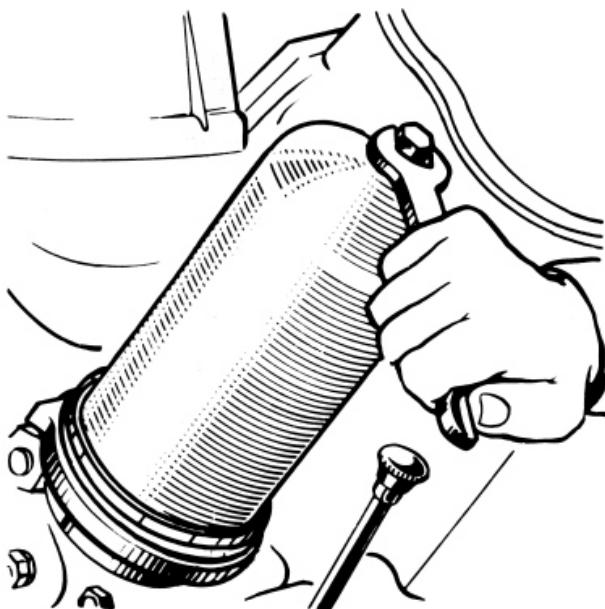

Рис. 12 Отвертывание колпака фильтра
1. Отвернуть на 3 – 4 оборота колпак фильтра и слить масло через канал корпуса в подставленную тару. Для отвертывания колпака можно пользоваться ключом, как показано на рис. 12.
Привод водяного насоса осуществляется клиновым ремнем, а генератора поликлиновым ремнем, от надежной работы которых зависит нормальная работа этих агрегатов. Поэтому при повседневном уходе за двигателями необходимо предохранять ремни от попадания масла и охлаждающей жидкости, контролировать их натяжение и регулировать его. Особенно тщательно проверять натяжение ремней в течение первых 50 часов работы двигателя, так как в это время происходит их наибольшая вытяжка. Натяжение ремней должно быть всегда нормальным, поскольку как излишнее, так и недостаточное натяжение приводит к преждевременному выходу их из строя. Кроме того, чрезмерное натяжение ремня привода может послужить причиной разрушения подшипников приводного агрегата. Нормально натянутый ремень привода водяного насоса при нажатии на середину длинной ветви с усилием 40 Н (4 кгс) прогибается на 10...15 мм (рис. 12). Если ремень прогибается больше или меньше указанного, отрегулировать его натяжение.